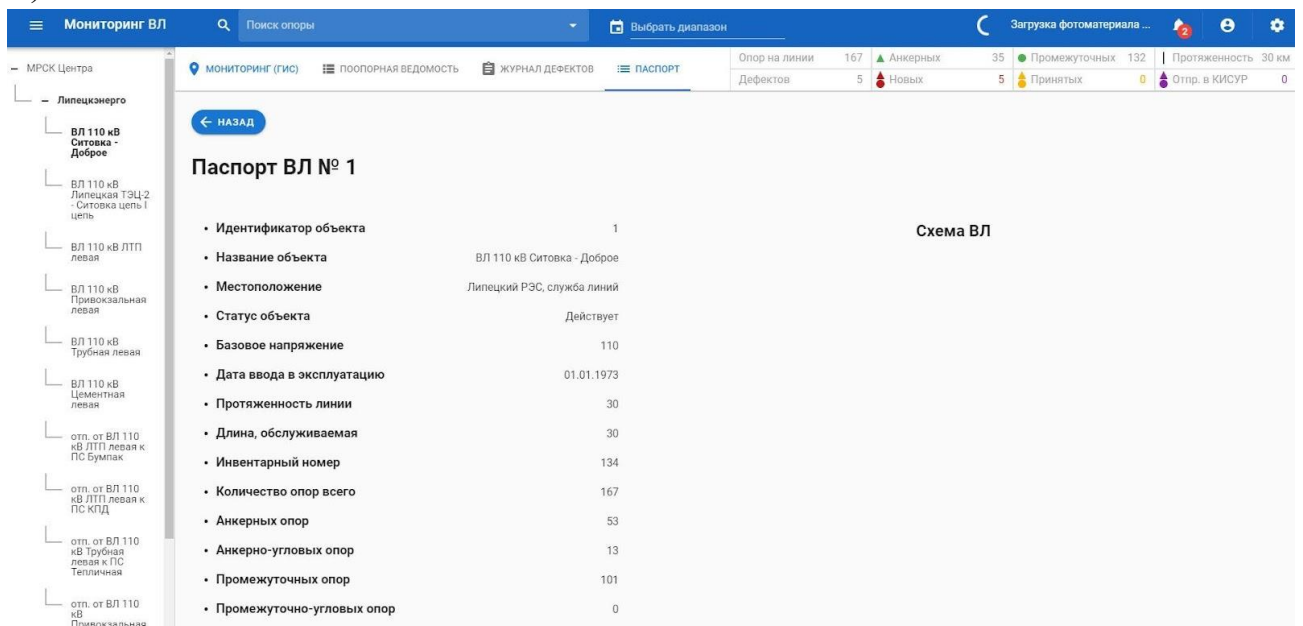

Рисунок 4 Паспорт ВЛ
- Для выбора конкретной ВЛ необходимо нажать кнопку «ПАСПОРТ», при этом в основном окне отобразятся паспорт и схема данной ВЛ (Рисунок 4).
При переходе в раздел «Паспорт ВЛ» (Рисунок 4), ниже основного меню появится меню ВЛ, предназначенное для отображения информации и данных, необходимых для работы с объектами диагностики выбранной ВЛ.
При выборе пункта меню «Паспорт» в основном окне отображается паспорт и схема ВЛ (Рисунок 4).